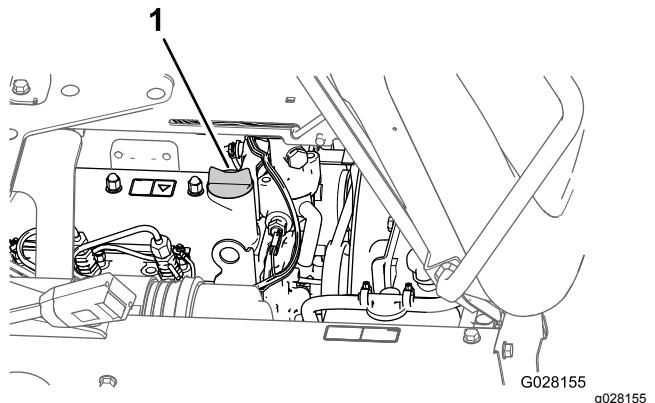

Bild 71
5. Nehmen Sie den Ölfülldeckel vom Füllstutzen an der Ventilabdeckung des Motors ab und gießen Sie ungefähr 80 % der angegebenen Ölmenge langsam in den Füllstutzen (Bild 71).
6. Nehmen Sie den Ölfülldeckel vom Füllstutzen an der Ventilabdeckung des Motors ab und gießen Sie ungefähr 80 % der angegebenen Ölmenge langsam in den Füllstutzen (Bild 71).
8. Setzen Sie den Ölfülldeckel auf den Füllstutzen (Bild 71).